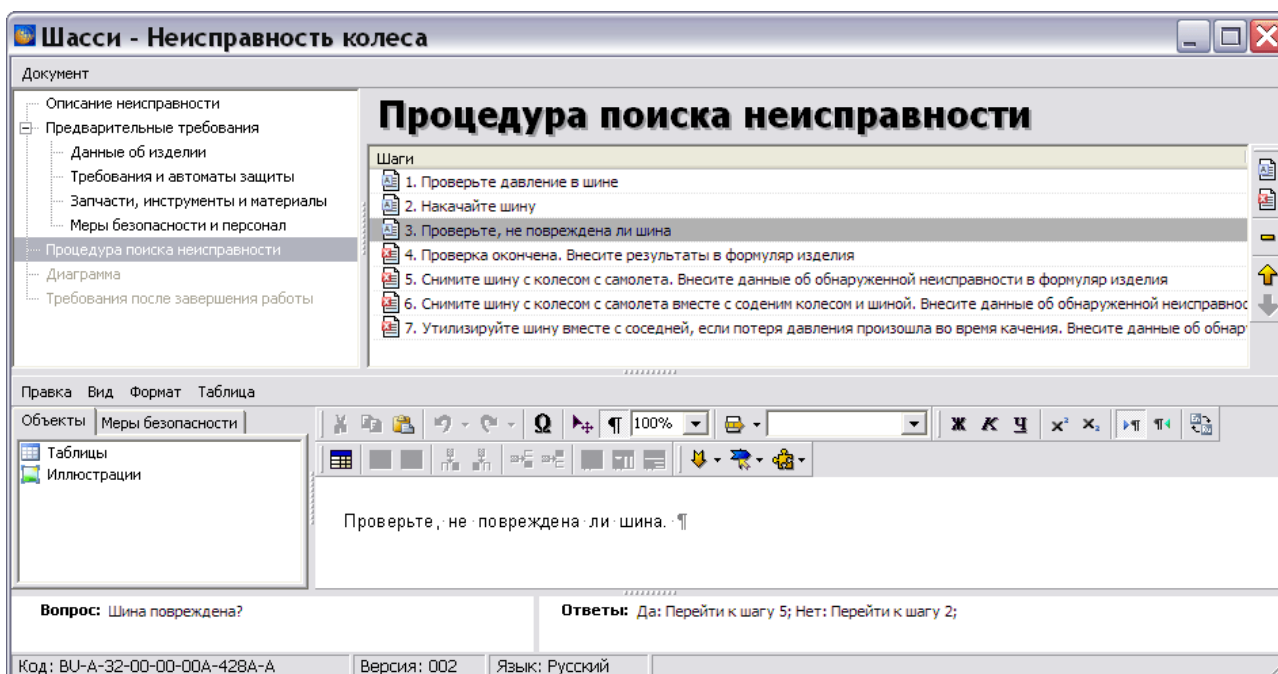

Рис. 6.40
21. Аналогичным образом введите вопрос и ответы для шага 3 (Рис. 6.40).